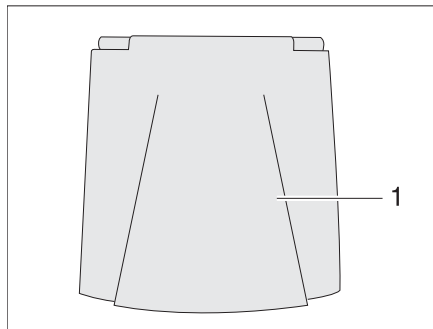

Fig. 37 Sportello esterno collegamento a 230 V
- Apertura:** ■ Sollevare lo sportello esterno (Fig. 37,1).
- Chiusura:** ■ Abbassare lo sportello esterno (Fig. 37,1) e chiuderlo premendo.